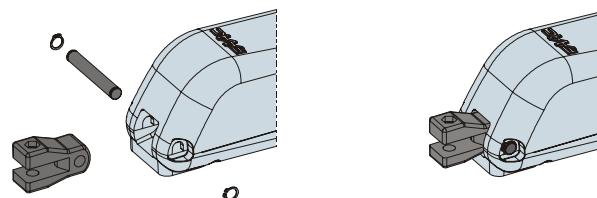

Fig. 8
- 2) Ensamble el empalme posterior al operador como se indica en la Fig.8.